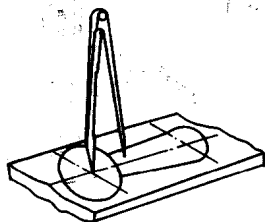
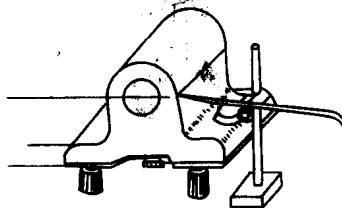

图 1-1-2 平面划线
图 1-1-3 立体划线
(1) 划线的作用 划线可以确定加工面的加工位置和加工余量，同时发现不合格的毛坯可及时处理，还可以采用借料划线使误差较大的毛坯得到补救。
(2) 划线的种类 划线分为平面划线和立体划线两种。一般在板料上划线属于平面划线，如图 1-1-2 所示，即只在一个表面上划线后就能明确表示出加工界线。当需要同时在工件的几个表面上划线，才能明确表示出加工界线的划线称为立体划线，如在支架箱体等表面划出的加工线就属于立体划线，如图 1-1-3 所示。